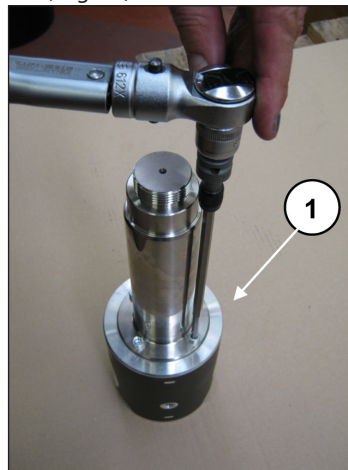

Fig. 47
Para separar el vástago de la guía del pistón, es necesario aflojar los tornillos de cabeza cilíndrica M6 con la llave específica (pos. ①, Fig. 47).